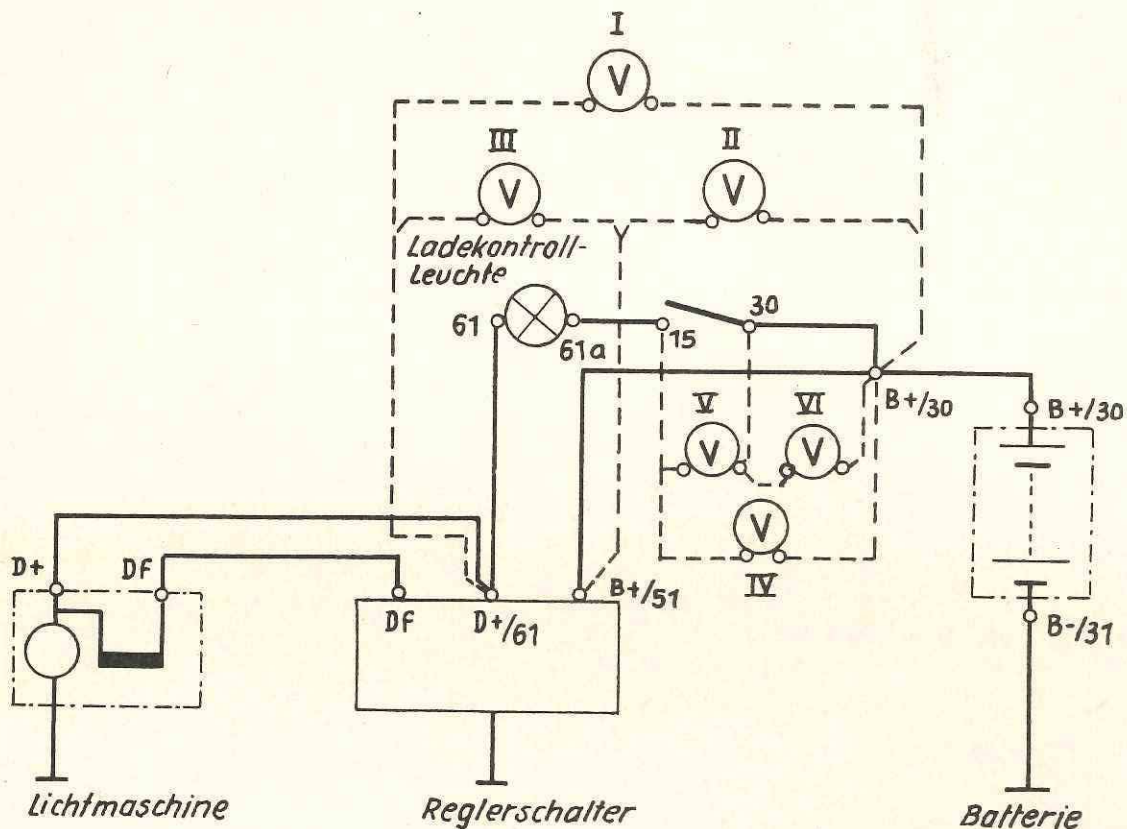

Bild 29 Die prinzipiellen Schaltungen zum genaueren Prüfen des Spannungsabfalles im Ladestromkreis eines Generators und am Zündschalter
**Der Spannungsabfall in der Ladeleitung** wird ebenfalls bei eingeschaltetem Dauerverbraucher gemessen. Zwischen den isolierten Ladeklemmen des Generators (D+) und der isolierten Klemme der Batterie (B+) sollten im Regelfalle bei 6-Volt-Anlagen 0,7 Volt und bei 12-Volt-Anlagen 0,8 Volt nicht überschritten werden. Bei größerem Spannungsabfall kann man durch Messen der einzelnen Abschnitte des Stromkreises die Ursache ermitteln (Bild 29).